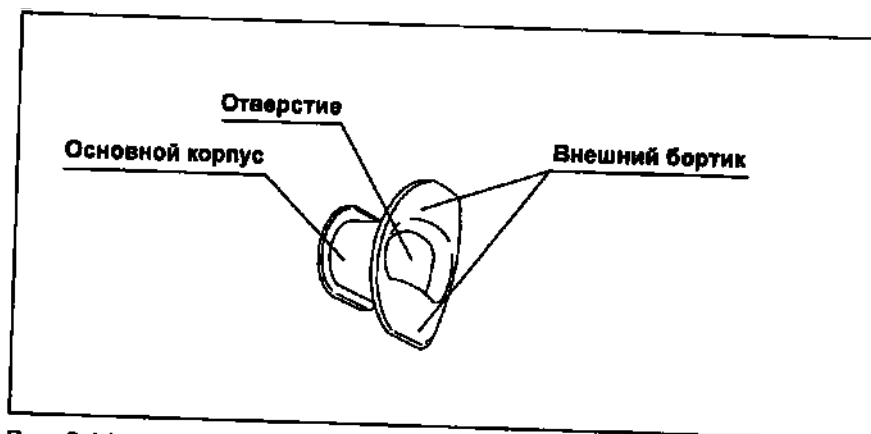

Рис. 3.14
1. Убедитесь в том, что на загубнике нет трещин, деформаций или обесцвечивания поверхности (см. Рис. 3.14).
2. Ощупайте пальцами всю поверхность загубника, чтобы убедиться в отсутствии на ней царапин, трещин и других повреждений (см. Рис. 3.14).